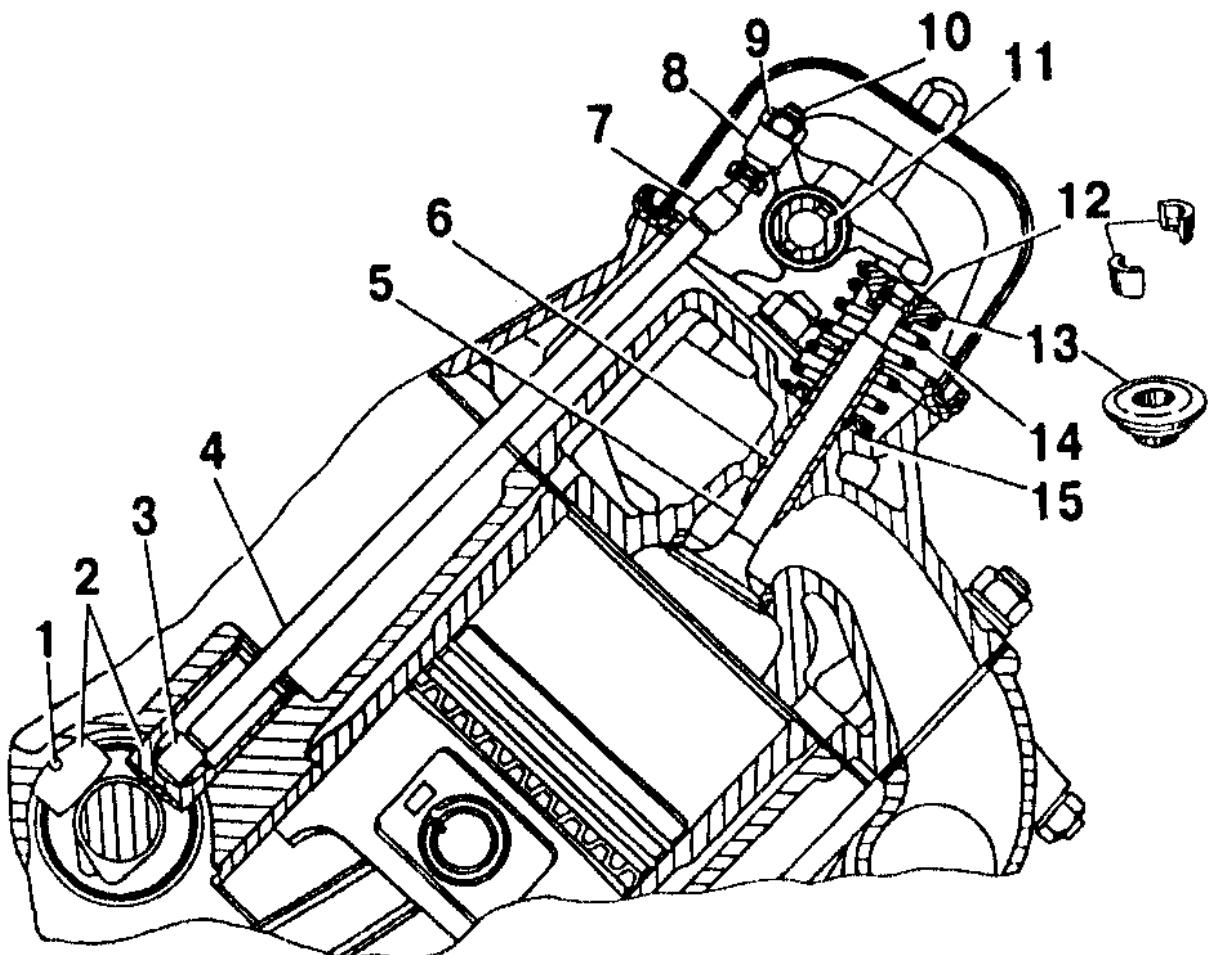

Рис.10. Механизм привода клапанов:
Механизм газораспределения – верхнеклапанный с нижним расположением распределительного вала в блоке цилиндров и приводом клапанов (рис.10) через толкатели 2, штанги 4 и коромысла 8 с регулировочными винтами 10. Количество клапанов на цилиндр – два.
**Толкатели 2** (рис.10) – плунжерного типа. Внутри толкатель имеет сферическое углубление для нижнего наконечника штанги. На цилиндрической поверхности толкателя у нижнего торца имеются два отверстия для слива излишков масла из внутренней полости толкателя.